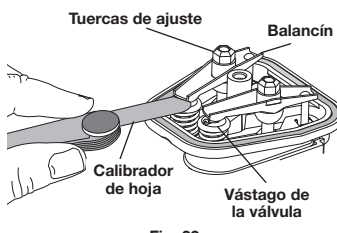

Fig. 22
6. Deslice el calibrador de hoja entre el balancín y el resorte de retorno de la válvula. Mida la holgura entre el vástago de la válvula y el balancín (Fig. 22). Mida tanto las válvulas de admisión como las de escape.
La holgura recomendada para las válvulas de admisión como de escape es de 0.003 – 0.006 pulgada (0.076 – 0.152 mm). Use un calibrador de hoja estándar de automóvil de 0.005 pulgadas (0.127 mm). El calibrador de hoja debe deslizarse entre el balancín y el vástago de la válvula con una ligera cantidad de resistencia, sin doblarse (Fig. 22).
- a. Gire la tuerca de ajuste utilizando una llave de 5/16 de pulgada (8 mm) o un impulsor de tuercas (Fig. 22).